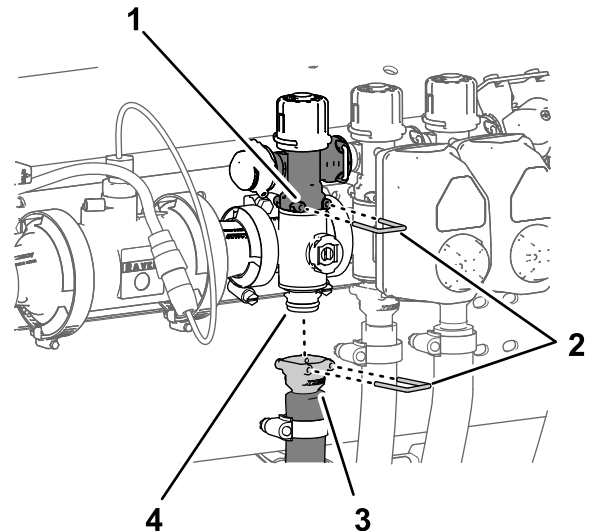

Bild 106
1. Entfernen Sie den Schnellkupplungsstift, mit dem die Schnellkupplung für das Abschnittsicherheitsventil am Abschnittverteilerventil befestigt ist (Bild 106).
2. Entfernen Sie den Schnellkupplungsstift, mit dem die Schnellkupplung für den Abschnittzulaufschlauch am Verteiler für das Schnellkupplungsanschlussstück des Abschnittverteilerventils befestigt ist (Bild 106).